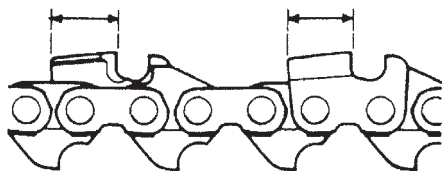

Fig. 42
- 5) Mantenga la misma longitud en todas las cuchillas. (Fig. 42)